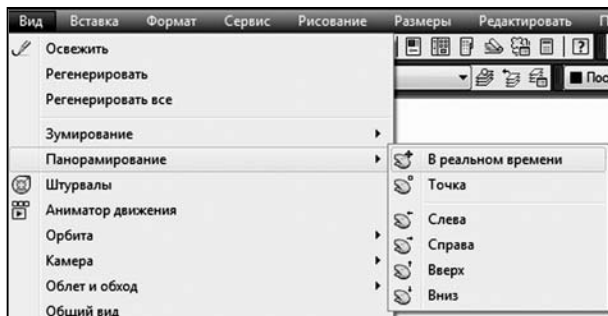

Рис. 7.1. Выбор команды «Панорамирование» — «В реальном времени»
3. Чтобы проверить область чертежа, которую необходимо печатать, выполните зумирование по границам чертежа. Для этого выберите цепочку команд «Вид» → «Панорамирование» → «В реальном времени» (рис. 7.1).